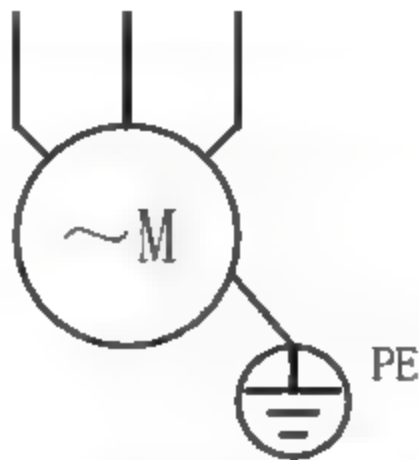

图3-55 绘制圆
**02** 开启【正交】模式，单击【绘图】面板中的【圆】按钮，绘制圆，如图3-55所示。命令行提示如下。